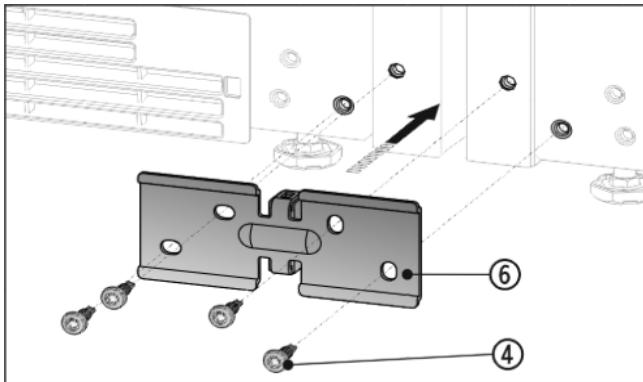

Fig. 8
- ▶ Надвинуть угол *Fig. 8* (6) с помощью распорной детали между устройствами и слегка прикрутить 4 винтами *Fig. 8* (4).